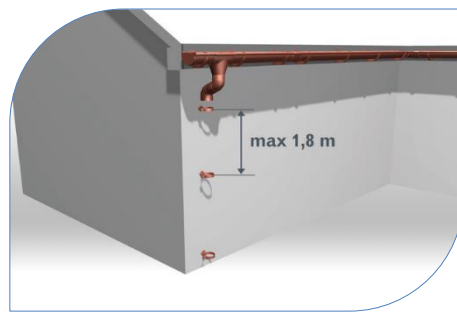

Рис. 20
5.1 Закріпіть дюбеля в фасаді, враховуючи довжину товщини теплоізоляції будівлі. На дюбеля вкрутіть хомути, зберігаючи між ними відстань максимум 1,8 м (рис. 20)